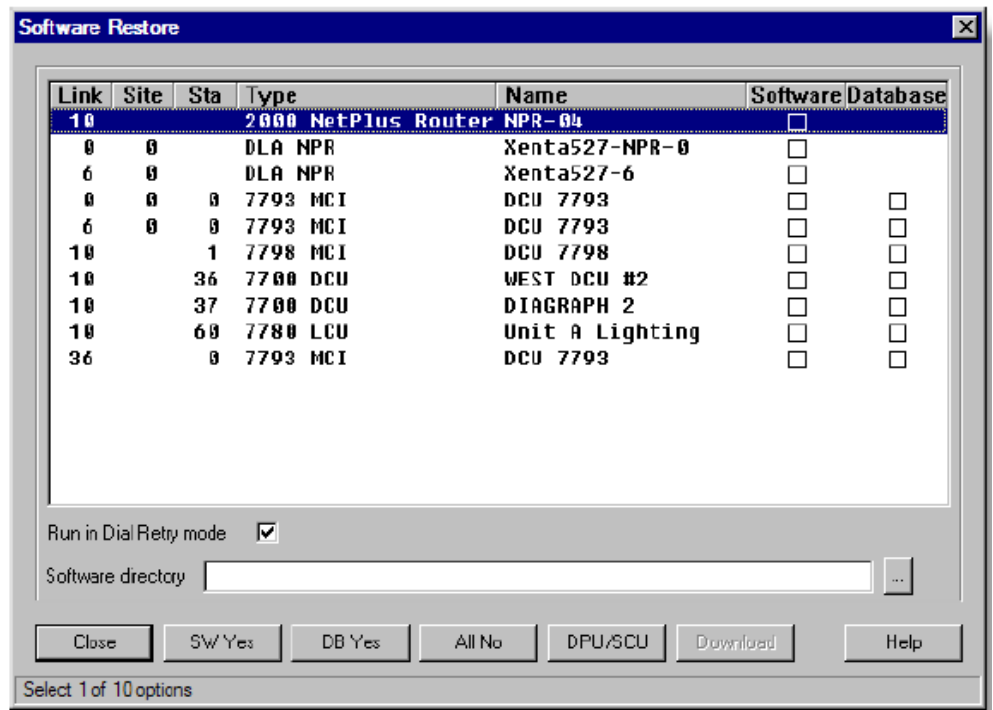

Рис.21. Экран Восстановления ПО
- а. В I/NET выберите Edit > Host Computer > Software Restore или щелкните инструмент Software Restore на панели инструментов Controller. Система откроет окно Software Restore (см. Рис. 21).